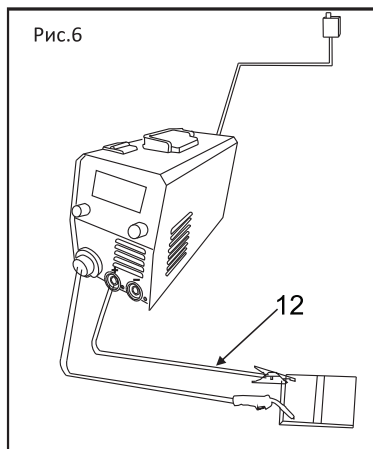

Рис.6
2. Для того чтобы заправить сварочную проволоку в отверстие подачи, она должна находиться под катушкой, а не над ней (Рис.6).
Подключение сварочных кабелей (Рис.6)